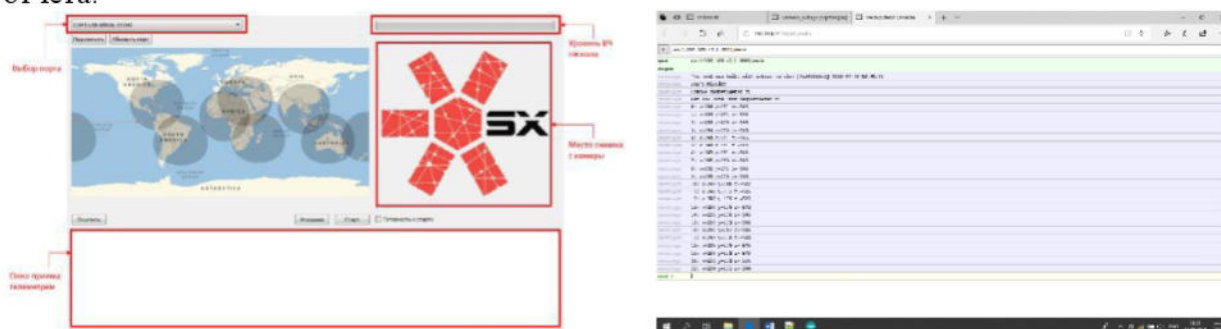

Рис. 8. Окно программы ЦУП (GroundControlX (или аналоги)) и образец проверки Магнитометра
- Провести автономные испытания всех систем, датчиков, устройств, устанавливаемых на спутник (рис. 8);